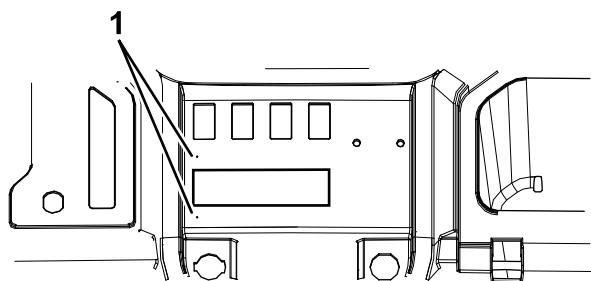

Рисунок 4
2. Наметьте 2 направляющие лунки для сверления (Рисунок 4) и просверлите 2 установочных отверстия (3/16 дюйма) непосредственно над направляющими лунками.